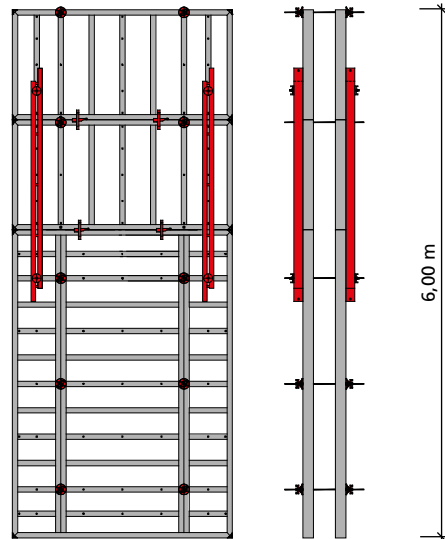

Abb. 48.1
■ Wird mit 2 maximal 1,25 m breiten Elementen horizontal auf maximal 6,00 m Höhe aufgestockt, kann unter Einsatz von 2 Richtschienen RS 250 auf die Ankerlage des unteren Aufstockelements verzichtet werden (Abb. 48.1).